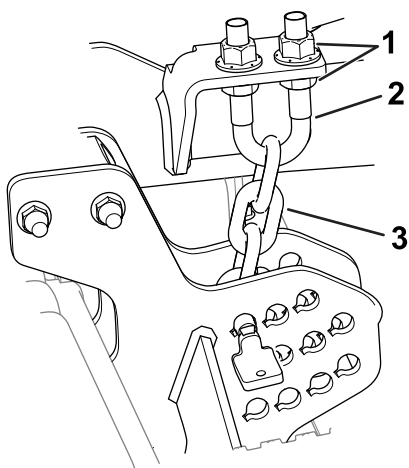

Figura 11
6. Afloje las contratuercas en la parte superior o inferior del perno en U de la cadena de altura de corte (Figura 11).